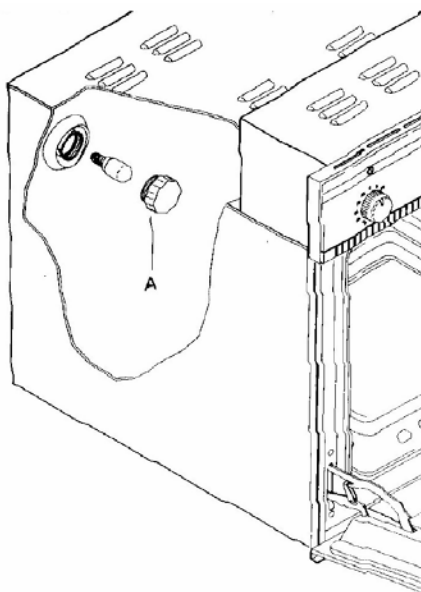

Рис.18
- Выверните лампу (рис.18) и замените ее лампой, выдерживающей нагрев до 300°C со следующими характеристиками: